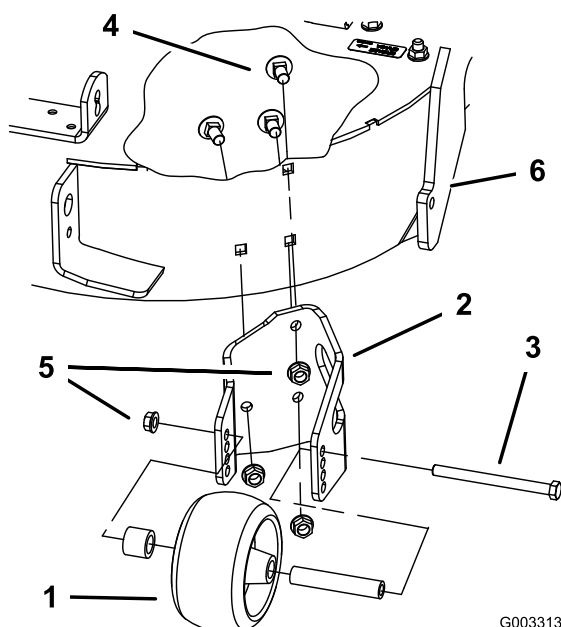

Figure 4
2. Enlevez le galet anti-scalp du support en desserrant et en retirant l'écrou à embase (3/8 po) et le boulon d'essieu (3/8 x 4-1/2 po) comme montré à la Figure 4. Mettez toutes les fixations de côté pour un usage ultérieur.
3. Enlevez les trois boulons de carrosserie (3/8 x 3/4 po) et écrous à embase (3/8 po) qui fixent le support au plateau de coupe (Figure 4).